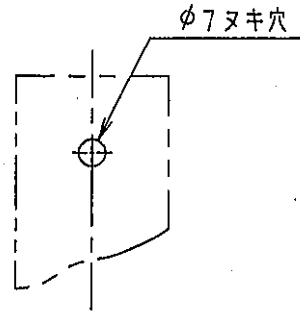

図1-2 銅バー
- ・ 銅バーの取付は、銅バーにφ7の穴加工を施し付属のネジ(表参照)で締付して下さい。インサートナット有効ネジ長10(図1-2参照)